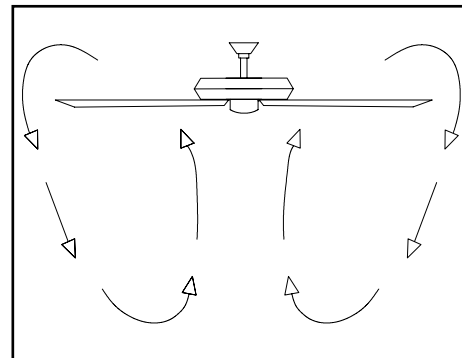

Figura 19
**Clima frío** - (Reversa) Un flujo de aire hacia arriba desplaza el aire cálido lejos del techo, como se muestra en la Figura 19. Esto te permite fijar la unidad de calefacción en una configuración más baja sin afectar tu comodidad.